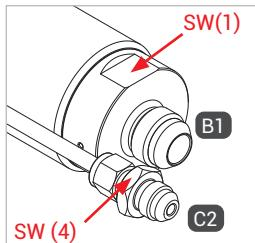
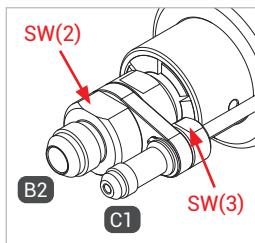

Figure 1
Figure 2
- ▶ Lors du montage du flexible de remplissage et de retour de gaz, de la conduite de fluide et de la conduite de retour du gaz aux raccordements « B1 », « B2 », « C1 » et « C2 », exercer une contre-pression sur les méplats SW(1), SW(2), SW(3) et SW(4) (*Figure 1* et *Figure 2*) avec une clé à fourche.
- ▶ Visser hermétiquement l'entrée fluide « B1 » à l'embout de raccordement du flexible de remplissage (*Figure 1*). Voir le tableau ci-dessous pour les couples de serrage.
- ▶ Raccorder hermétiquement, le cas échéant, la conduite de retour du gaz « C2 » au flexible de retour du gaz de la station-service (*Figure 1*). Voir le tableau ci-dessous pour les couples de serrage.
- ▶ Raccorder hermétiquement la sortie fluide « B2 » au raccordement du flexible de remplissage (*Figure 2*). Couple de serrage voir tableau ci-dessous.
- ▶ Raccorder hermétiquement, le cas échéant, la conduite de retour du gaz « C2 » au raccordement du flexible de retour du gaz (*Figure 2*). Voir le tableau ci-dessous pour les couples de serrage.